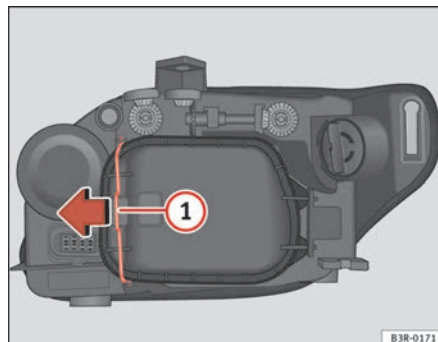

Fig. 206 Luz de presença (lado exterior do veículo)
- Desloque o tirante ⇒ **fig. 206** **1** no sentido da seta e retire a tampa rígida separando primeiro o lado do tirante e retirando depois as duas patilhas da extremidade contrária da tampa.